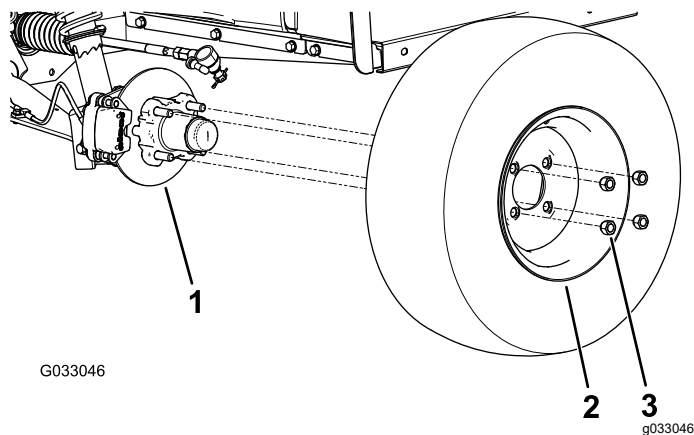

図 23
2. ホイールをハブに固定しているラグナット4個を外す 図 23。
4. ホイールをハブに取りつける。空気バルブを外側に向けて取り付けること 図 23。
5. ラグナットを使用して、ハブにホイールを取り付ける 図 23。